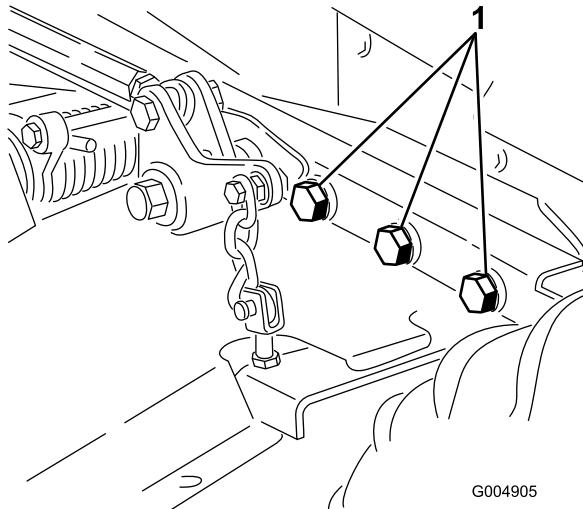

図 58
5. ボルトナット類にゆるみながいか点検し、必要な締め付けを行う。刈り込みデッキをトラクションユニットに固定しているボルト6本をトルク締めする $359 \text{ N}\cdot\text{m}$ $36.7 \text{ kg/cm}^2 = 265 \text{ ft-lb}$ 図 58。